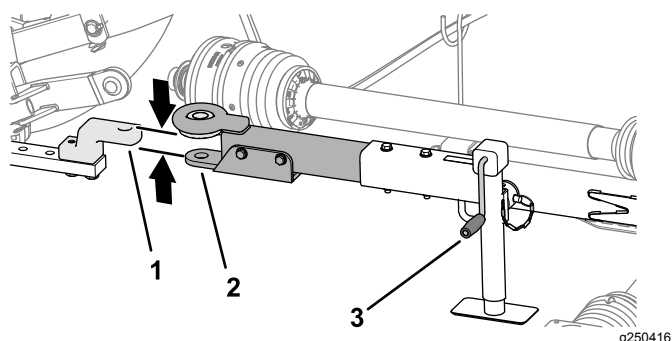

Figure 28
- À l'aide de la manivelle, élevez ou abaissez le cric de la barre de remorquage et alignez la barre de remorquage sur la barre ou le crochet d'attelage (Figure 28).
- Alignez la barre ou le crochet d'attelage du véhicule tracteur sur la barre de remorquage de la tondeuse (Figure 28).